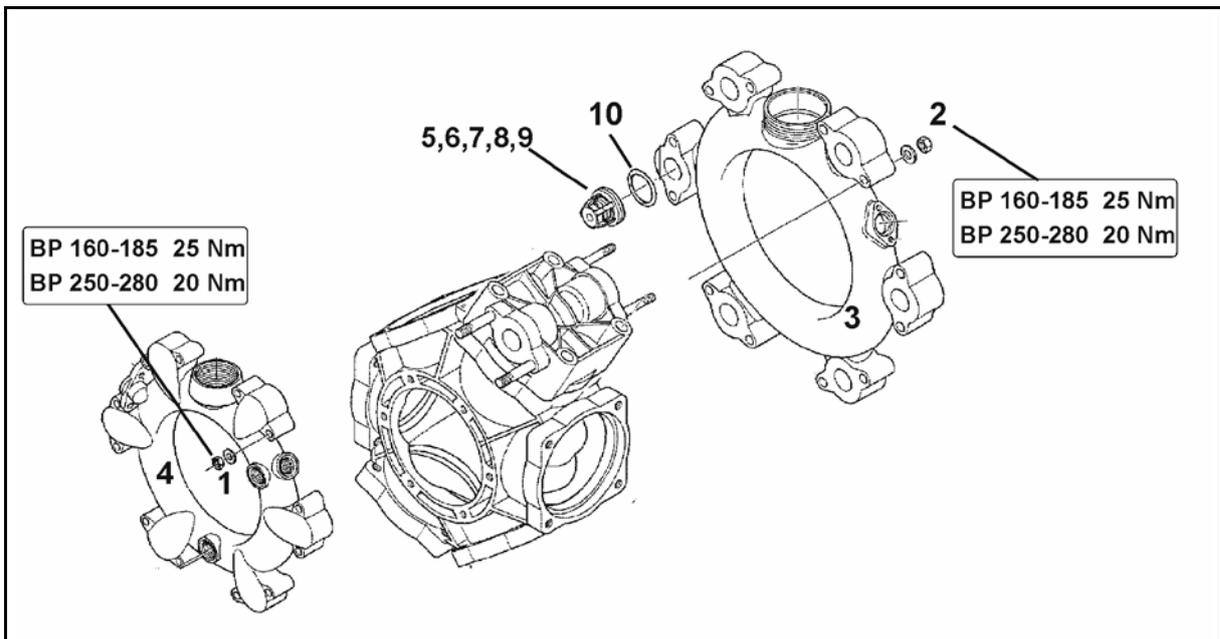

図 184
- バルブアセンブリ (図 184/5) を取り外す前に、吸込側と吐出側のバルブの各取り付け位置に注意してください。
- 取り付け時には、バルブガイド (図 184/9) が損傷していないことを確認してください。損傷していると、バルブの固着の原因となる可能性があります。
- ナット (図 184/1、2) は必ず対角線の順に規定トルクで締め付けてください。ねじの締め付けが不適切だと、歪みが生じ、漏れの原因となります。
2. ナット (図 184/1、2) を外します。
3. 吸込管と圧力管 (図 184/3 と 図 184/4) を取り外します。
4. バルブアセンブリ (図 184/5) を取り外します。
5. バルブ座 (図 184/6)、バルブ (図 184/7)、バルブスプリング (図 184/8) およびバルブガイド (図 184/9) に損傷や摩耗がないか点検します。
6. Oリング (図 184/10) を外します。
8. テストと清掃後に、バルブアセンブリ (図 184/5) を取り付けます。
9. 新しいOリング (図 184/10) を取り付けます。
10. 吸込管 (図 184/3) と圧力管 (図 184/4) をポンプハウジングにフランジで固定します。
11. ナット (図 184/1、2) を **25 Nm (BP 160-185) / 20 Nm (AR 250-280)** のトルクで対角線の順に締め付けます。